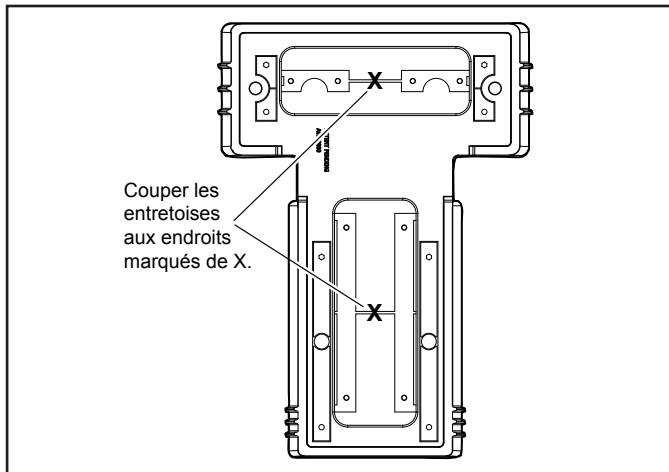
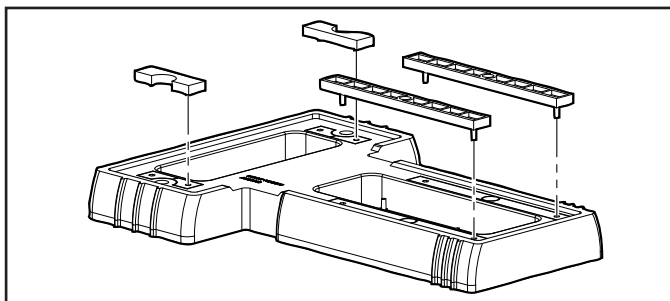

Figure 4. Découper les entretoises de la base
Figure 5. Emboîter les entretoises en place
1. À l'aide d'un outil de coupe à main, couper les barrettes en plastique qui relient les entretoises du haut et du bas, tel qu'illustré dans la figure 4.
2. Retirer les deux (2) entretoises du haut et les deux (2) entretoises du bas de la base.
3. Aligner les broches des quatre (4) entretoises avec les trous de la base et emboîter les entretoises en place, tel qu'illustré dans la figure 5.